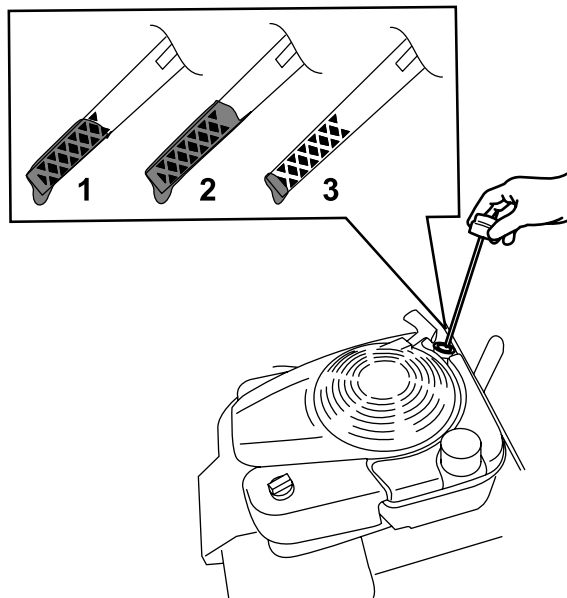

Figura 14
2. Retire la varilla girando el tapón en el sentido contrario a las agujas del reloj y tirando del mismo (Figura 14).
5. Observe en la varilla el nivel de aceite (Figura 14).
- Si el nivel de aceite de la varilla es demasiado bajo (Figura 14), vierta con cuidado una pequeña cantidad de aceite detergente SAE 30 o SAE 10W-30 en el tubo de llenado, espere 3 minutos, y repita los pasos 3 a 5 hasta que el aceite de la varilla llegue al nivel correcto. Consulte el tipo correcto de aceite en Cómo cambiar el aceite del motor \(página 21\).
- Si el nivel de aceite de la varilla es demasiado alto (Figura 14), drene el exceso de aceite hasta que el nivel de aceite en la varilla sea correcto; consulte Cómo cambiar el aceite del motor \(página 21\).